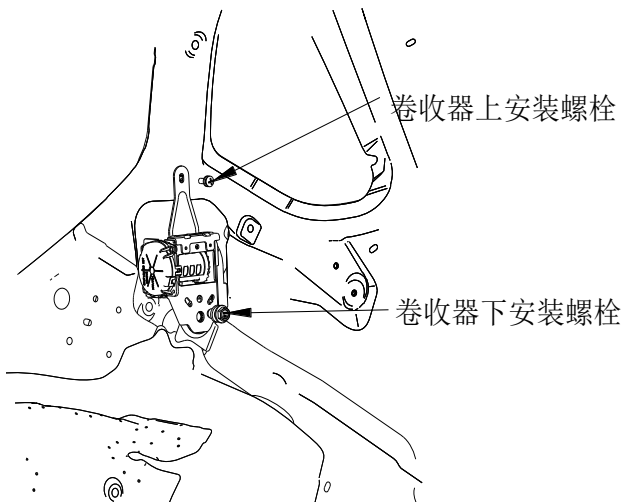

图 2-3
6、拆除卷收器上、下固定螺栓，拆除卷收器。卷收器上固定螺栓拧紧力矩 12N.m，下固定螺栓拧紧力矩 42N.m（图 2-3）。